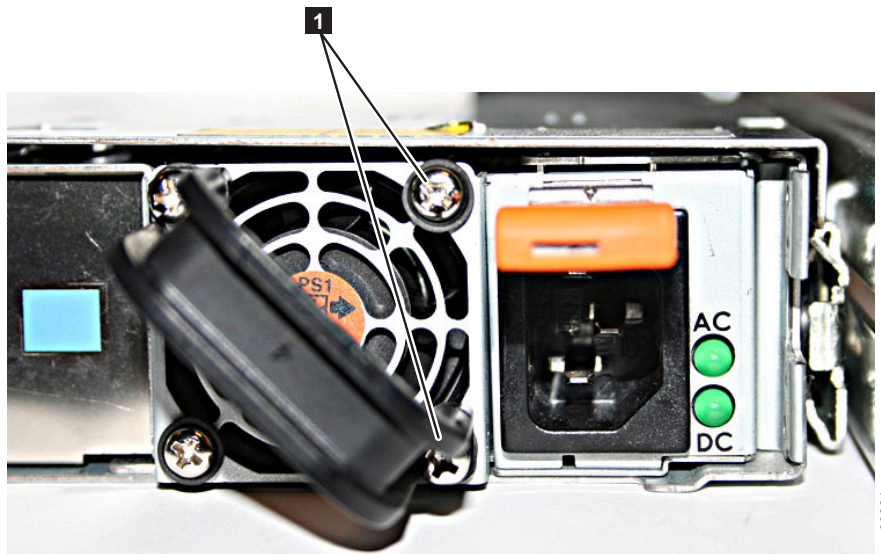

図 105. ケーブル保持ブラケットを取り付ける前の SAN ボリューム・コントローラー 2145-8G4
1. ノードの電源を切断し、電源ケーブルを取り外し、506 ページの図 105 に示すように、電源機構ファン・ユニットを覆う背面板の右側の 2 つのねじ **1** を緩めて取り外します。